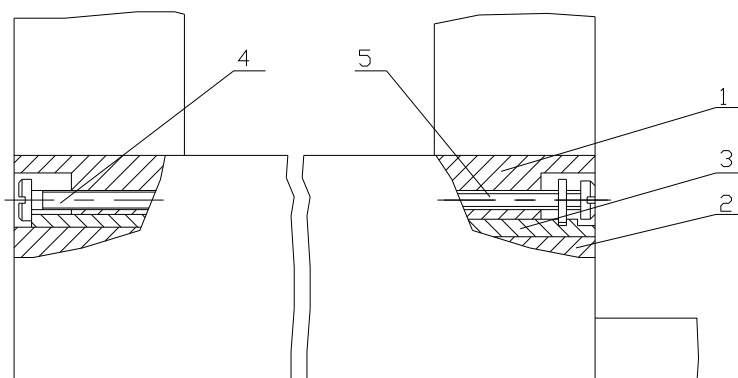

Fig.15.9
15.8. Spieleinstellen zwischen dem Bettschlitten und Planschlitten.(Fig.15.9)